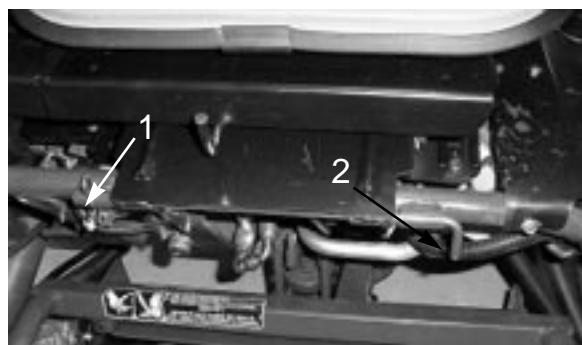

図41
3. 座席を降ろし、回転軸を固定しているコッター・ピンを抜き取る（図41）。